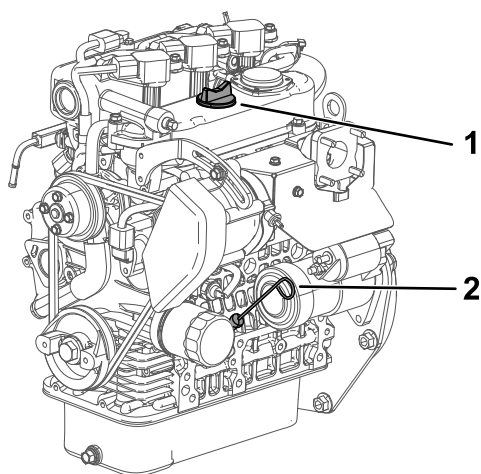

図 35
4. ディップスティックを抜ききれいなウェスで一度拭く 図 35。
5. ディップスティックを、チューブの根元までもう一度しっかりと差し込む 図 35。
6. 引き抜いてディップスティックの目盛りで油量を点検する 図 35。
7. オイルの量が不足している場合は、補給口のキャップ 図 35を取り、ディップスティックの FULL マークまで補給する。
8. ディップスティックをしっかりと差し込んで終了 図 35